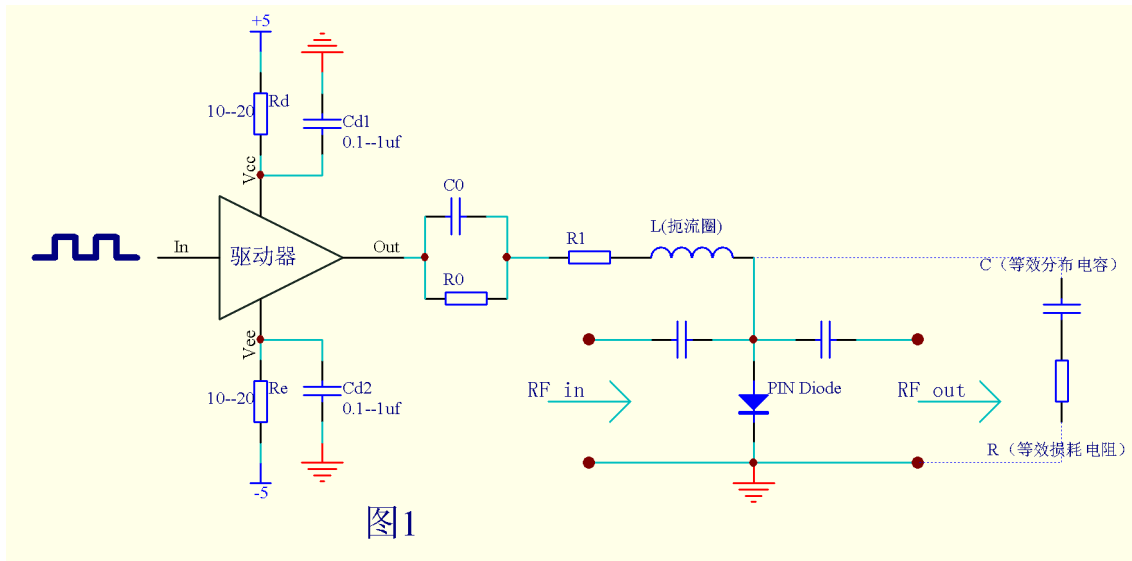

图1
温州华耀数控科技公司与有关科研院所合作，成功研制了 PD2-SI 型 CMOS-PIN 管驱动器，该驱动器在原理上彻底解决了双极性 PIN 管驱动器存在的速度低，功耗大的问题。该驱动器主要性能指标均优于双极性 PIN 管驱动器一个数量级，是新一代“PIN 管驱动器”。CMOS-PIN 管驱动器的延迟可小致 2.5ns，输出冲击电流达 800mA，而且该驱动器的静态电流几乎为零，大大的降低了静态功耗。该产品输出稳态电流可通过 R0 调节（参见图 1、图 2），范围可达 0~200mA，瞬态冲击电流强度也可通过 C0 调节。使用灵活，应用范围广，可明显减少使用单位采购驱动器的种类。产品的检验和试验标准完全依据中华人民共和国国家军标，半导体集成电路总规范 GJB548B-2005，质量达到国军标 B 级。还可提供芯片用于微组装，也可以根据客户的特殊要求制作。
1: 强烈建议使用时在电路中加入  $R_d$ ,  $R_e$  限流电阻（参见“典型应用”图 1），限制持续过大直流电流，防止烧毁驱动器。而  $C_{d1}$  和  $C_{d2}$  的存在又可保证驱动器输出冲击电流的能力。对于 PD2\_SI 双路器件， $R_d$ ,  $R_e$  取值范围 15~25  $\Omega$ ，典型值为 20  $\Omega$ 。对于 PD4\_SI 四路器件， $R_d$ ,  $R_e$  取值范围 10~20  $\Omega$ ，典型值为 15  $\Omega$ 。
**注意 2:** 图 1 中的电源滤波电容 Cd1、Cd2 应尽量靠近 Vee, Vdd 管脚。